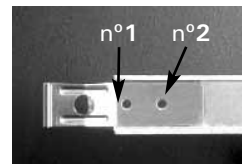

Figure 2
2. Montez les deux rails de lecteur sur les côtés du périphérique de 5,25 pouces. Assurez-vous que la languette métallique ressort du panneau avant en lui faisant face. Remarque : si vous souhaitez encastrer le lecteur dans la collerette, utilisez le premier trou de la vis (désigné par n°1 dans la figure 2)
- pour monter les rails du lecteur. Si vous souhaitez utiliser l'un des couvercles couleur du CD-ROM, montez les rails sur le deuxième trou de la vis (désigné par n°2 dans la figure 2). Les plaques sont incluses dans le P160W.